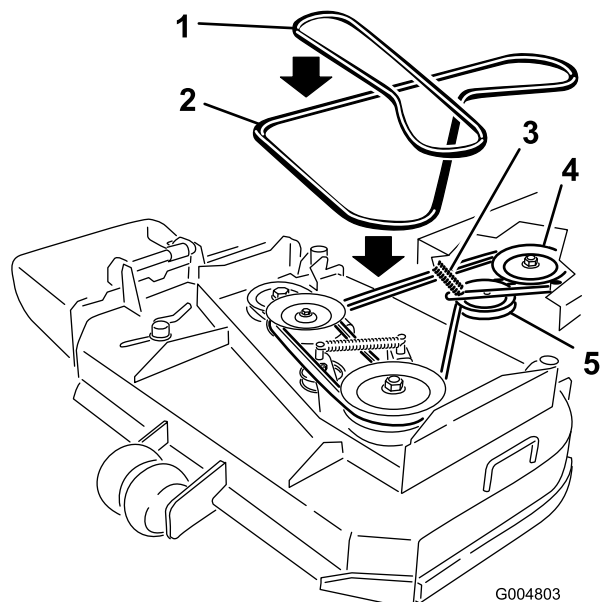

Bild 45
6. Rollen Sie den Riemen von der mittleren Spannscheibe am Mähwerk (**Bild 45**). Passen Sie beim Abnehmen des Riemen auf, da sich die Spannung aufgrund der gefederten Spannscheibe erhöht.
7. Nehmen Sie den Riemen von der Motorspannscheibe und der gefederten Spannscheibe ab (**Bild 45**).
8. Setzen Sie den neuen Riemen auf die Motorspannscheibe und die gefederte Spannscheibe auf (**Bild 45**).
9. Rollen Sie den Riemen auf die mittlere Spannscheibe am Mähwerk (Bild 45). Passen Sie beim Einsetzen des Riemens auf, da sich die Spannung aufgrund der gefederten Spannscheibe erhöht.